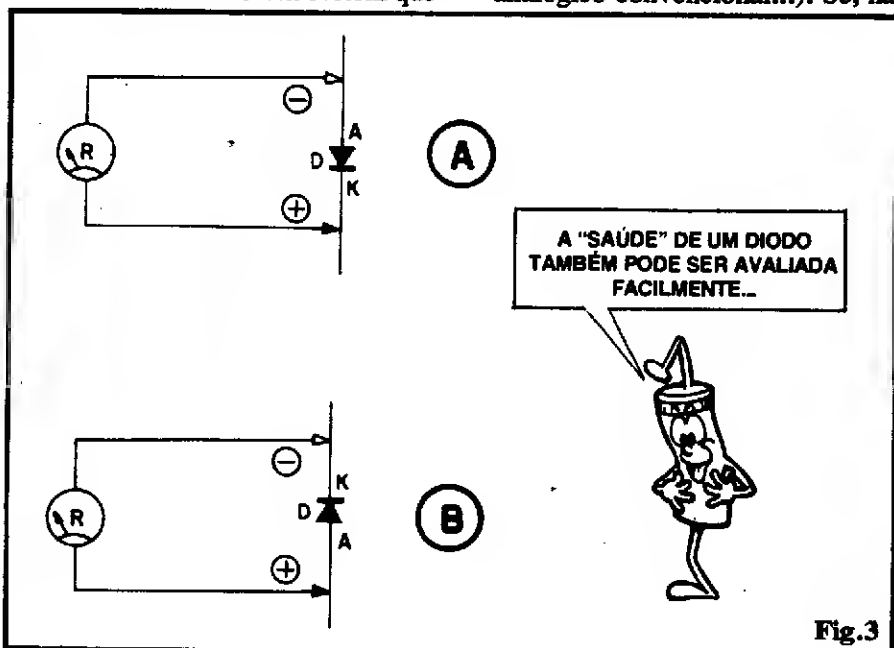

Fig. 3
- FIG. 3 - Testando díodos comuns com o OHMÍMETRO - Queremos, a princípio, lembrar que LEDs, eletricamente falando, não passam de díodos, e assim tudo o que aqui for dito valerá também para os ditos Díodos Emissores de Luz... Um diodo (ou LED) bom, na condição exemplificada em 3-A (inversamente polarizado, com relação às pontas de prova do instrumento) deve apresentar um valor resistivo muito alto (normalmente indicado como "infinito", num OHMÍMETRO analógico convencional...). Se, na